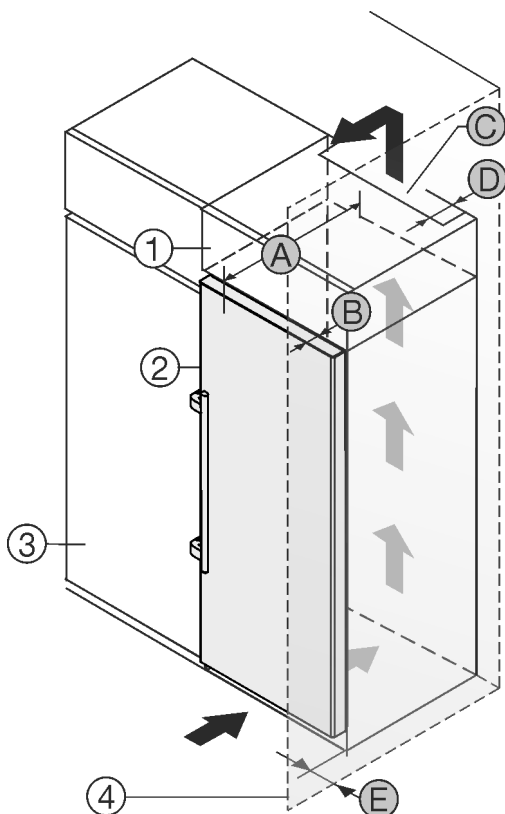

Fig. 2
- (1) Nástavná skříňka *
(2) Přístroj *
(3) Kuchyňská skříň *
(4) Stěna *
(5) Hloubka přístroje *
(6) Hloubka dveří *
(7) Ventilační průřez *
(8) Vzdálenost zadní strany přístroje *
(9) Vzdálenost k zadní straně přístroje *
Můžete přístroj nainstalovat přímo vedle kuchyňské skříňky Fig. 2 (3).*
Na zadní straně nástavné skříňky musí být větrací šachta hluboká Fig. 2 (7) přes celou šířku nástavné skříňky.*
Pod stropem místnosti musí být dodržen ventilační průřez Fig. 2 (7).*
Když přístroj instalujete závěsy vedle stěny Fig. 2 (4), musí být vzdálenost mezi přístrojem a stěnou minimálně 57 mm . To odpovídá přesahu madla při otevřených dveřích.*
Aby bylo možné dvířka plně otevřít, musí přístroj přesahovat o hloubku dveří Fig. 2 (6) vůči přední linii kuchyňské skříňky. V závislosti na hloubce kuchyňských skříněk Fig. 2 (3) a použití vymezovačů odstupů od stěny může přístroj vyčnívat dále.*